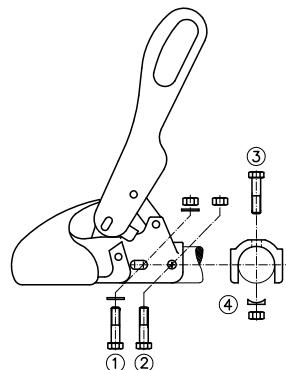

Figura 3: collegamento
I giunti sferici WS 3000-H/L/B sono esecuzioni speciali per freni ad inerzia e vengono montati con avvitamento incrociato (1)+(3) ed un passo dei fori di **40 mm** (figura 3).
2.2 Se il giunto sferico WS 3000/3500 viene impiegato come sostituzione per un altro tipo di giunto, in relazione ai dispositivi ad inerzia, si deve assicurare che gli ammortizzatori vengano nuovamente montati in modo conforme alle prescrizioni e che i tubi distanziatori eventualmente presenti nel tirante vengano inseriti correttamente. Come mezzo ausiliario per il WS 3000-D si prega di utilizzare i perni compresi nella fornitura Ø 12x34 mm oppure Ø 12x49 mm, a seconda del diametro del timone. Per quanto riguarda il WS 3500-D, utilizzare perni Ø 14x63 come punzoni in occasione dello smontaggio della vite di fissaggio (2) o (3) (figura 3), a seconda del tipo di fissaggio dell'ammortizzatore. Nel corso del montaggio e dello smontaggio del giunto sferico questi perni devono essere lasciati inseriti nel tirante a scopo centratrice dell'ammortizzatore. In occasione dell'inserimento delle nuove viti di fissaggio, rimuovere nuovamente i perni.